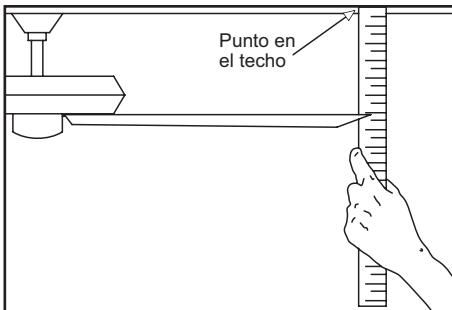

Figura 15
2. La mayoría de los problemas de oscilación del ventilador se deben a que las aspas no están a un mismo nivel. Verifica este nivel seleccionando un punto en el techo sobre la punta de una de las aspas. Mide desde un punto en el centro de cada aspa a un punto en el techo. Mide esta distancia como se muestra en la Figura 15. Rota el ventilador hasta que se posicione la siguiente aspa para su medición. Repite para cada aspa. Las desviaciones de la medición deben estar dentro de $1/8"$. Enciende el ventilador por 10 minutos.